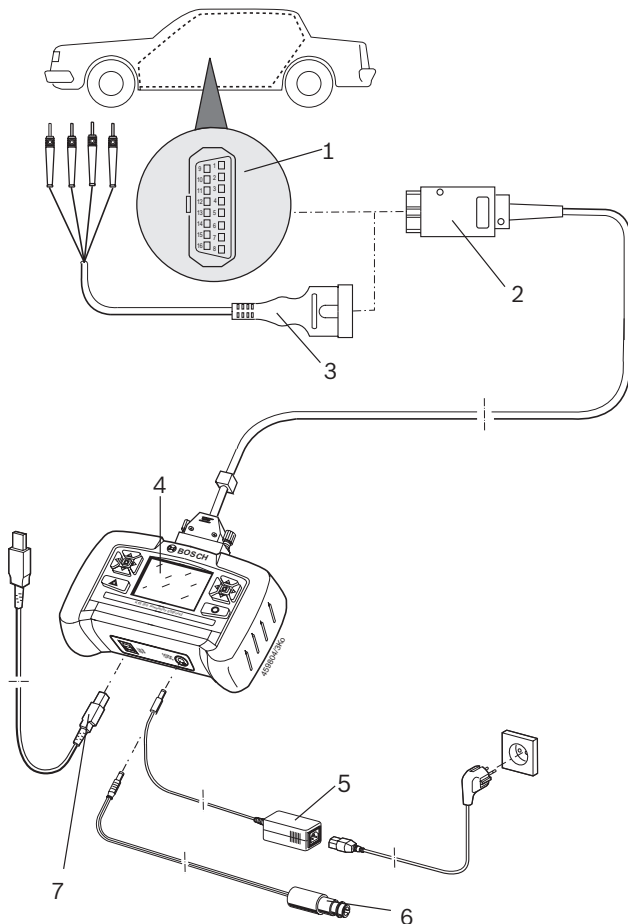

Fig. 3: Schemat podłączenia KTS 200
- przewód diagnostyczny OBD (rys. 3, poz. 2) lub
- przewód diagnostyczny OBD i dodatkowo przewód UNI (rys. 3, poz. 3; akcesoria dodatkowe) lub